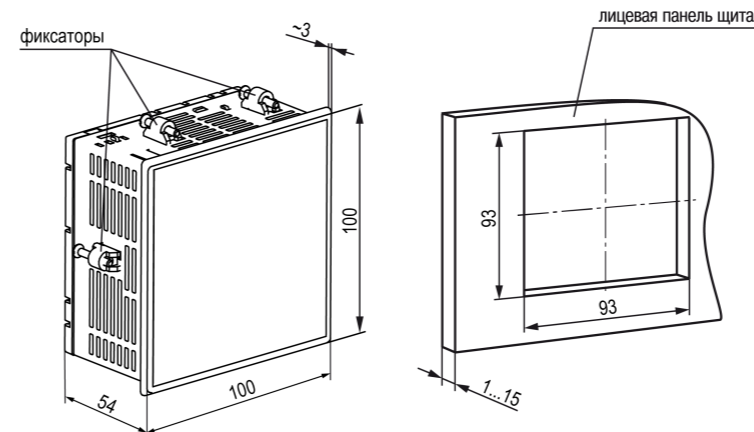

Рисунок 2 – Габаритные размеры корпуса и монтажного отверстия в щите
1. Подготовить в щите управления монтажный вырез для установки прибора с помощью шаблона из комплекта поставки (см. рисунок 2).